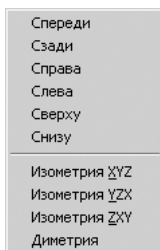

Рис. 2.23. Всплывающее меню с возможными видами ориентации объекта
- щелкните на панели инструментов окна **Анимация** по кнопке **Ориентация**. Появится всплывающее меню с возможными видами ориентации объекта, см. рис. 2.23;